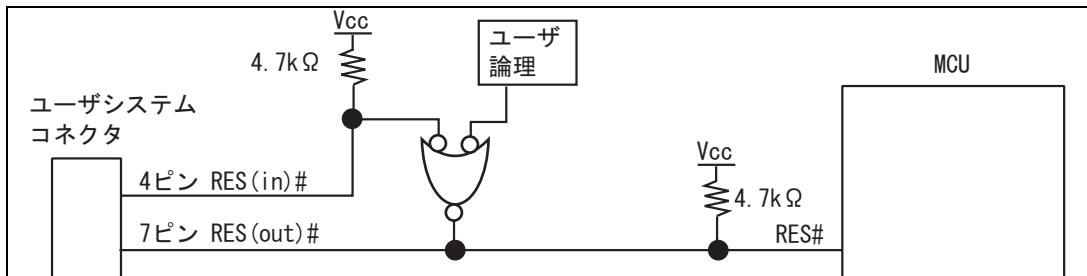

図1.6 RES#端子の結線
- ユーザシステムコネクタの4ピンのRES(in)#端子はE10A-USBエミュレータがMCUに對して出力する信号線です。ユーザ論理のリセット回路と4ピンのRES(in)#端子を図1.6のようにして、MCUのRES#端子に結線してください。また、ユーザシステムコネクタの7ピンのRES(out)#端子はE10A-USBエミュレータがMCUのRES#端子をモニタする信号線です。プルアップの上、ユーザシステムコネクタの7ピンに結線してください。